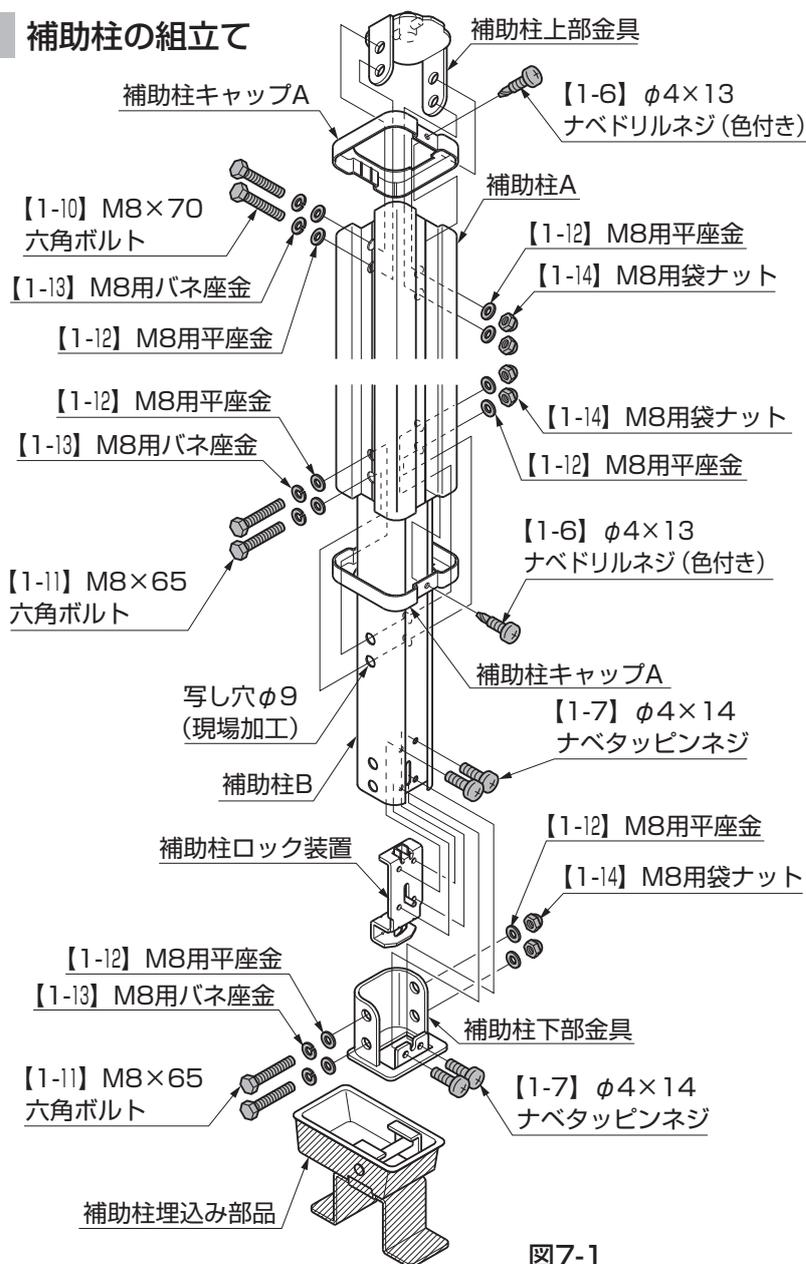

図7-1
- ① 補助柱上部金具を補助柱Aに【1-10】、【1-12】、【1-13】、【1-14】で取付けてください。(図7-1参照)
- ② 補助柱キャップAを補助柱Aに【1-6】で取付けてください。(図7-1参照)
- ③ 補助柱ロック装置と補助柱下金具を補助柱Bに【1-7】で取付けてください。(図7-1参照)